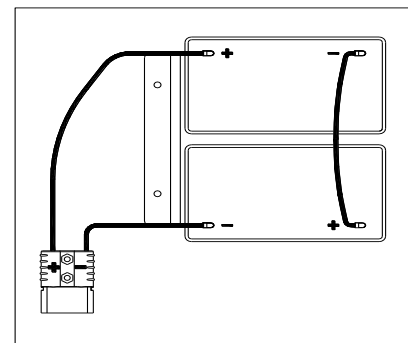

Figura 3
La macchina richiede due batterie da 12V, collegate come nella Figura 3.
6. Aprire il coperchio del serbatoio di recupero (4) e verificare che il serbatoio di recupero (3) sia vuoto; altrimenti svuotarlo con il tubo di scarico (15).
7. Chiudere il coperchio del serbatoio di recupero (4).
10. Installare il cavo della batteria come mostrato in (Figura 3), poi stringere con cura il dado su ciascun terminale della batteria.
12. Abbassare con cura il coperchio del serbatoio di raccolta (3).